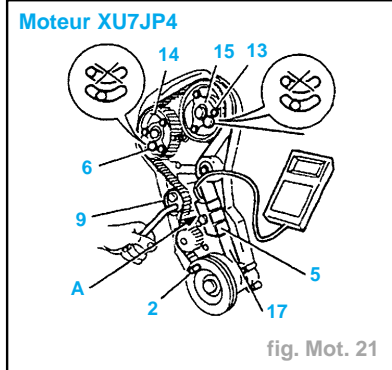

fig. Mot. 21
- Déposer la vis colonnette de maintien de carter de distribution située en (A) (fig. Mot. 21).
- Sans déposer les piges (fig. Mot. 21 ou 22) :
- Mettre en place l'appareil (5) sur le brin (17) en prenant garde de ne pas le mettre en contrainte avec l'environnement.
- Tourner le galet (9) dans le sens inverse des aiguilles d'une montre, à l'aide du carré d'entraînement, jusqu'à afficher **51 unités SEEM**.
- Serrer la vis (9) à **2 daN.m** sans modifier la position du galet.
- En déposant une vis sur chacune des poulies d'arbre à cames, vérifier que les 6 vis (13) ne soient pas en butée de boutonnière.
- Serrer les 6 vis (13) à **1 daN.m**.
- Déposer (fig. Mot. 21 ou 22) :
- l'appareil (5),
- les piges (2) et (6).
- Piger le vilebrequin à l'aide de la pige (2) (fig. Mot. 21 ou 22).
- Desserrer les 6 vis (13).
- Serrer les 6 vis (13) à la main puis les desserrer de 1/6 de tour.
- Piger les moyeux d'arbre à cames à l'aide des piges (6) en les faisant légèrement tourner.
- Desserrer la vis (9).
- Piger le vilebrequin à l'aide de l'outil (2) (fig. Mot. 21 ou 22).
- Serrer les vis (13) à **1 daN.m**.
- Déposer les piges (2) et (6) (fig. Mot. 21 ou 22).
- Serrer la vis colonnette de maintien de carter de distribution à **2 daN.m** (fig. Mot. 21).